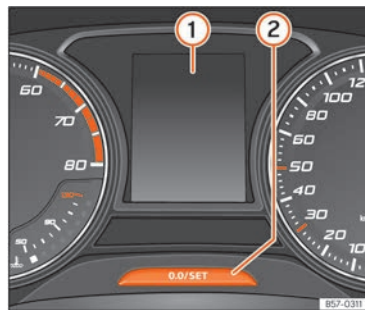

Fig. 41 Cuadro de instrumentos
La indicación de los intervalos de servicio aparece en la pantalla del cuadro de instrumentos » fig. 41 ①.
Mantenga pulsada la tecla **[0.0/SET]** durante más de 5 segundos para consultar el mensaje de servicio **» fig. 41 ②**.
- Apague el contacto, pulse y mantenga pulsada la tecla **[0.0/SET]** **» fig. 41 ②**.